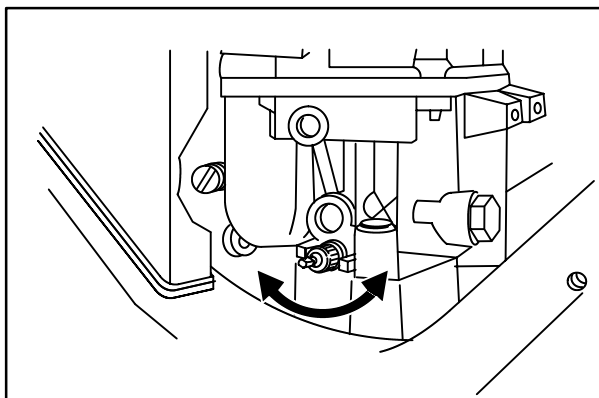

Fig. 16
4. Gire o parafuso da mistura sem carga lentamente no SENTIDO HORÁRIO (3) até que a velocidade do motor comece a diminuir (mistura POBRE), Fig. 16.
5. Gire a válvula da mistura sem carga no SENTIDO ANTI-HORÁRIO (5) até que a velocidade do motor comece a diminuir (mistura RICA).
6. Gire a válvula até a metade (4) entre a mistura POBRE e a RICA.